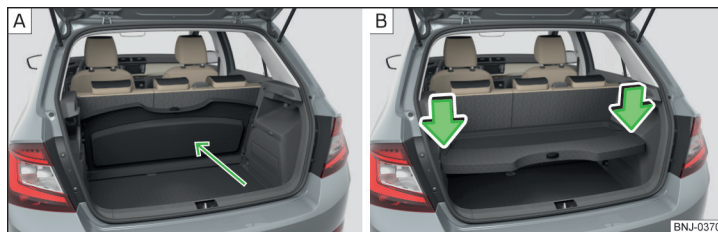

Fig. 109 Masca portbagajului: în spatele banchetei din spate/depozitată în poziția inferioară
Masca poate fi scoasă din autovehicul, eventual se poate depozita în două poziții » fig. 109 la pagina 86.
Masca portbagajului poate fi depozitată în spatele banchetei » fig. 109 - sau în poziția inferioară » fig. 109 - .
- » Apăsați pe partea superioară a capacului în sensul săgeții » fig. 109 - .